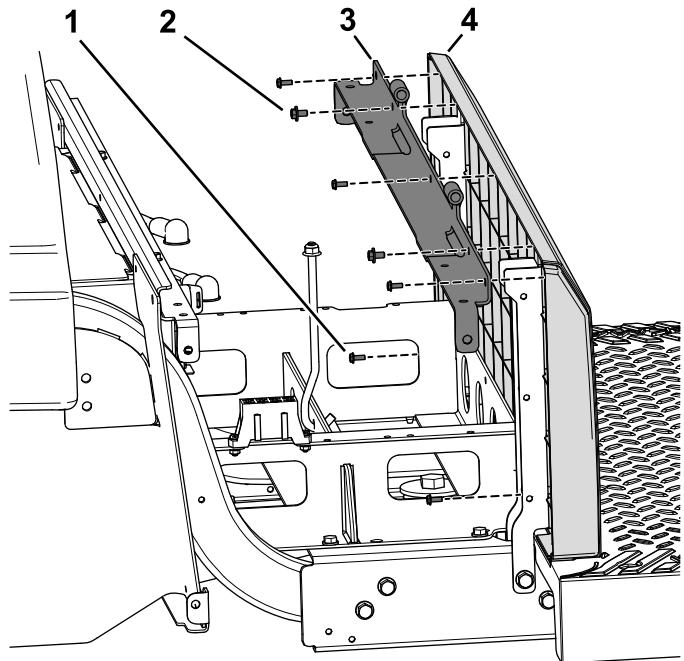

图86
- 5. 使用带垫圈组件的 2 个螺栓1/4 x 1/2 英寸将倾斜支撑托架和座椅底座面板固定到左、右座椅支架上 图86。
- 6. 使用 5 个螺丝#10 x 1/2 英寸将后面板固定到倾斜支撑托架和座椅支架上 图86。